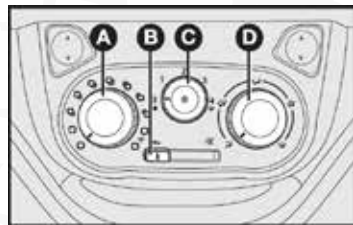

fig. 37
CONTROLES - fig. 37
- 5) Palanca para la recirculación del aire B-fig. 37: en posición , equivalente a la entrada de aire desde el exterior.